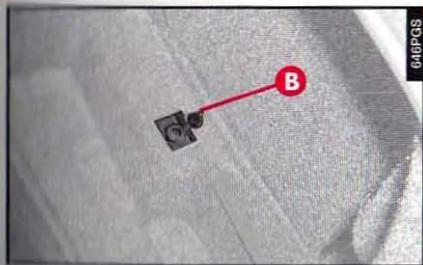

fig. 12
- sortir le capuchon de protection (**B-fig. 12**) du contacteur d'allumage;